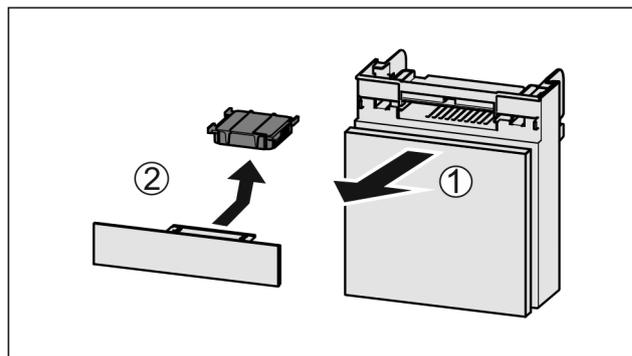

Fig. 116
- Estrarre il vano tirando in avanti Fig. 116 (1).
- Rimuovere il filtro a carboni attivi Fig. 116 (2).